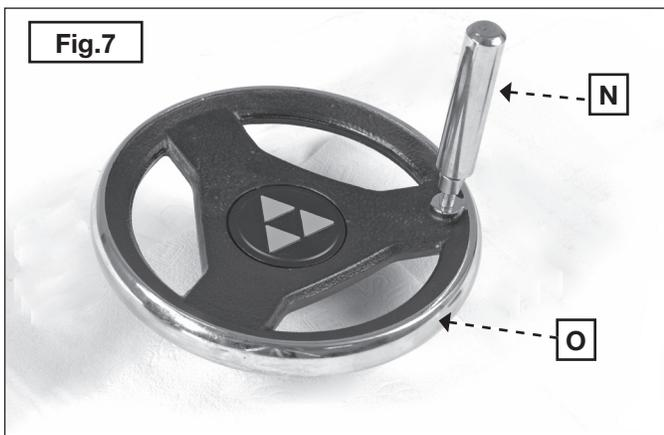

Fig.7
1. Coloque el mango del volante (N) Fig. 7 en el volante (O). Use la llave abierta de 12 mm en las partes planas para ajustar.